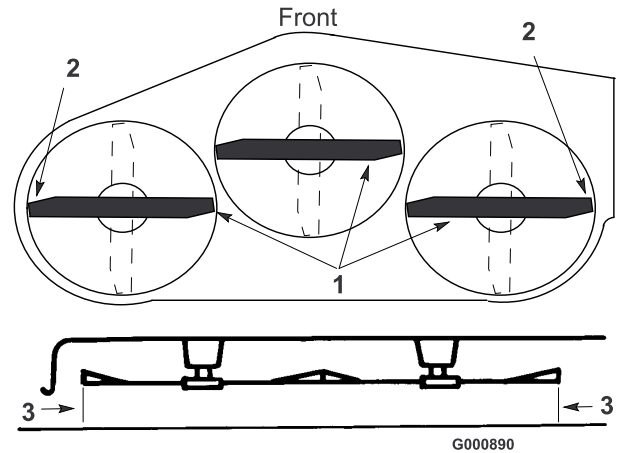

Figure 45
4. Avec précaution, tournez les lames pour qu'elles soient parallèles dans le sens transversal (Figure 45). Mesurez la distance entre les tranchants extérieurs et le sol plat (Figure 45). Si les deux mesures diffèrent de plus de 4,75 mm (3/16 pouce), un réglage s'impose, comme expliqué aux points 5 et 6.